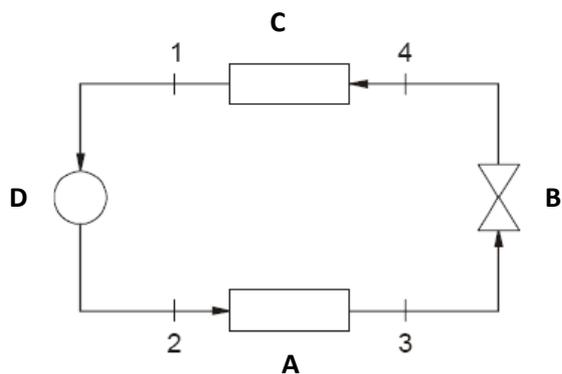

Figura 1
39. Na figura 1 é representado um ciclo ideal de refrigeração por compressão de vapor. Observando-se essa figura, é correto afirmar que a transferência de calor do ambiente resfriado é realizada entre
40. Os componentes A,B,C,D mostrados na figura 1 são, respectivamente: